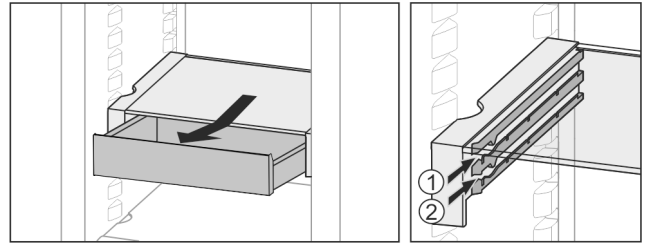

Fig. 35
- ▶ Insértelo a la altura deseada Fig. 35 (1) o Fig. 35 (2).